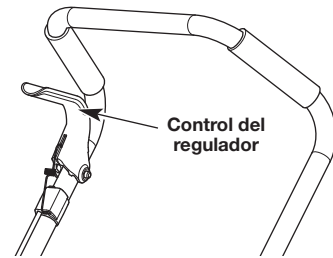

Fig. 8
3. Oprima el control del regulador para encender el motor (Fig. 8).
1. Saque la mano del control del regulador (Fig. 8). Deje que la unidad se detenga por completo.